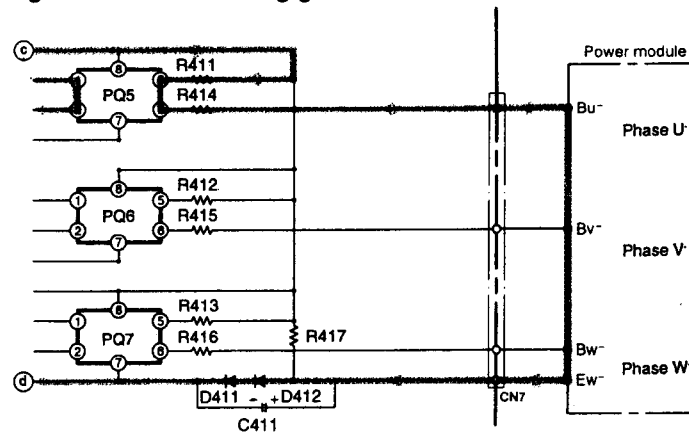

Abb. 7-4
Abb. 7-4 zeigt den Antriebsschaltkreis des unteren Arms.
- Wenn der Stift 26 des Mikrocomputers von "Hi" auf "Lo" wechselt, schaltet ein Fotokoppler zwischen den Stiften 1 und 2 des PQ5 ein, so daß ein Strom in Richtung Klemme © → R411 → PQ5 → R414 → Klemmen Bu⁻ des Leistungsmoduls → Klemmen Eu⁻ → D412 → D411 - Klemme ④ fließt und die Transistoren des unteren Arms antreibt (Abb. 7-4).